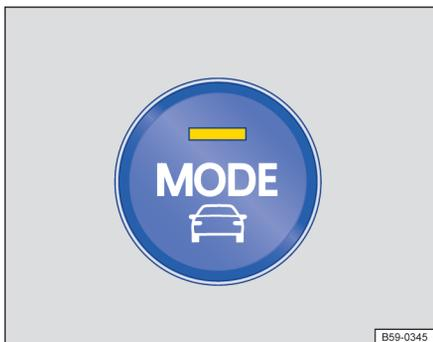

图 164 中控台下部：驾驶模式选择按键
- 按压驾驶模式选择按键→图 164。驾驶模式选择菜单显示在信息娱乐系统的显示屏中。已激活的驾驶模式被选中。
- 按压驾驶模式选择按键→图 164。驾驶模式选择菜单显示在信息娱乐系统的显示屏中。
- 或：重新按下驾驶模式选择按键→图 164，以便自动选择下一个未激活的驾驶模式。